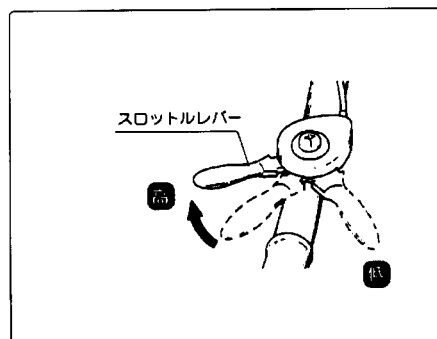

図10
②スロットルレバーをゆっくり【低→高】の位置にします。(図10)